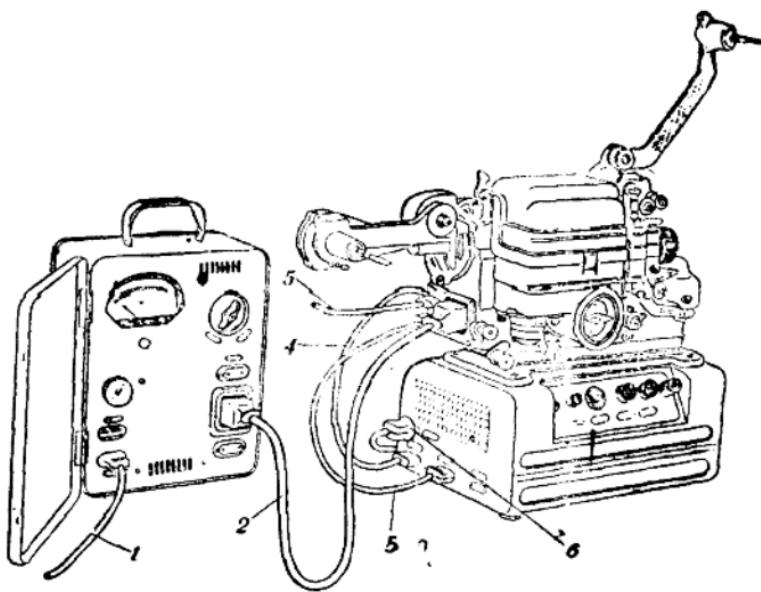

图1-14 接线图
(2) 机器架妥后接線和通電步驟如图1.14。先接揚聲器導線（注意！如果揚聲器導線錯插在电源插座上，会使揚聲器燒毀），再接激励灯电源線、扩音机电源線、地線和工